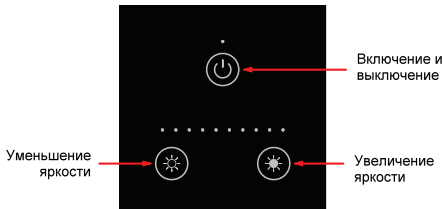

Рис.5. Функции сенсорных кнопок.
3.8. Включите питание и проверьте работу панели (Рис.5).